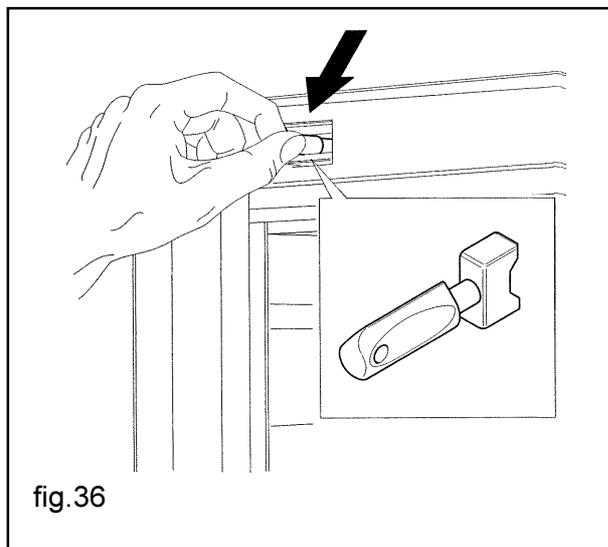

fig.36
Es posible, para el personal técnico cualificado, trabajar de esta forma, introduciendo y girando 90° la llave especial de plástico suministrada en el interruptor de puerta del distribuidor automático (fig. 36).
- introducir la llave del interruptor de la puerta (fig. 36) y esperar hasta que la columna se sitúe en el orificio de distribución.